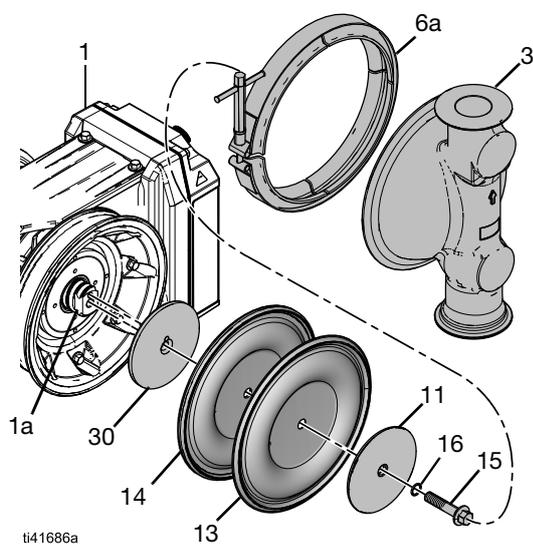
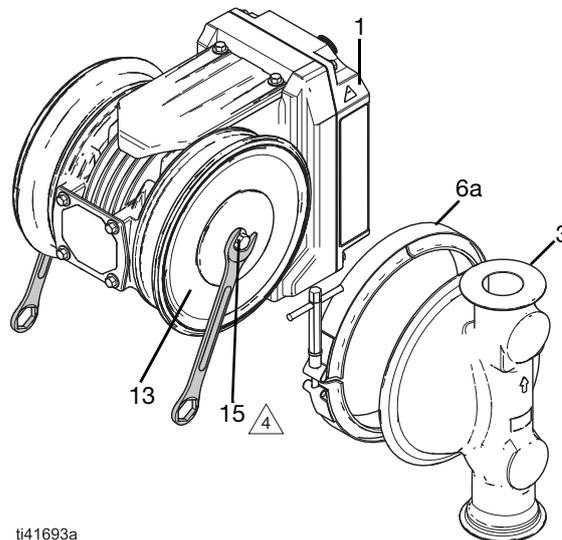

图 19：标准隔膜
图 21：拧紧标准隔膜
参考图 19-图 21。
- a. 使用对应扳手将轴 (1a) 的平面牢固地固定住。同时，使用一个适用的扳手来松开剩余的隔膜紧固件 (15)。参考图 21。
- b. 在接触到轴 (1a) 的平面后，使用一个适用的扳手将轴 (1a) 的平面牢牢固定。同时，使用一个适用的扳手来松开剩余的隔膜紧固件 (15)。参考图 21。
7. 从轴 (1a) 上卸下剩余的紧固件 (15)、密封件 (16, 如适用)、流体板 (11)、隔膜 (13) 和隔膜支撑件 (14) 以及空气侧板 (30)。
2. 将组装的隔膜组件安装到轴 (1a) 中，然后手动拧紧紧固件 (15)。
3. 使用适用的扳手牢固固定一个紧固件 (15)。同时，使用适用的扳手将相反的紧固件 (15) 至 50 ft-lb (68 N•m) 扭矩。参考图 21。